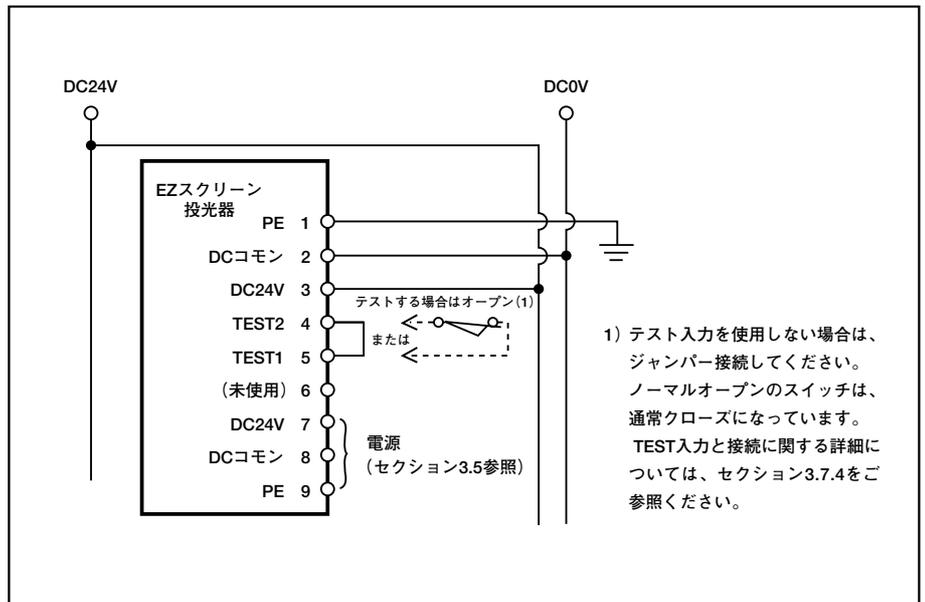

Fig.3-16 EZスクリーン投光器の一般的な接続
- 2) EZスクリーン・システムと防護される機械の電源が遮断されていることを確認します。光軸上の障害物をすべて除去します。防護される機械の電源は遮断したまま、EZスクリーン・システムの電源を入れます。投光器と受光器の両方に電源が投入されていることを確認します。Fig.3-16~3-19で示すように、投受光器の端子に適切なアースグラウンドを接続していない状態でEZスクリーン・システムを動作させないでください。投受光器両方ともに少なくとも1つの表示が点灯するはずです。